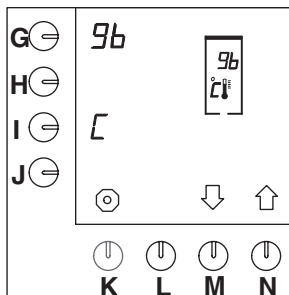

Abb. 40 Einstellen der Temperatur
- Geben Sie die Chef-Geheimnummer ein und drücken Sie dreimal auf die Wahl Taste (N.)↑, bis Abb. 40 im Display erscheint.